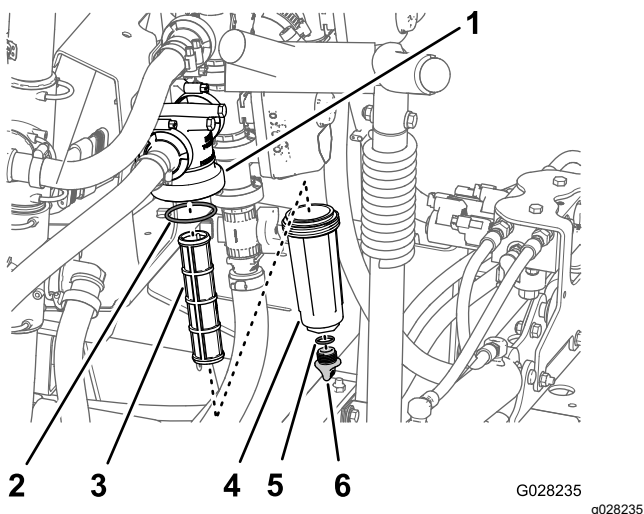

Figure 146
2. Placez un bac de vidange sous le filtre de pression (Figure 146).
3. Tournez le bouchon de vidange dans le sens antihoraire et déposez-le de la cuvette du filtre de pression (Figure 146).
4. Tournez la cuvette dans le sens antihoraire et déposez-la de la tête du filtre (Figure 146).
5. Retirez l'élément du filtre de pression usagé (Figure 146).
6. Contrôlez l'état et l'usure du joint torique du bouchon de vidange (à l'intérieur de la cuvette) et du joint torique de la cuvette (à l'intérieur de la tête du filtre) (Figure 146).
7. Montez le nouvel élément filtrant dans la tête du filtre de pression (Figure 146).
8. Vissez la cuvette sur la tête du filtre et serrez-la à la main (Figure 146).
9. Vissez le bouchon sur la cuvette à la main (Figure 146).